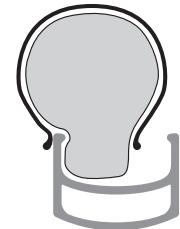

Figura 15. Empuje el primer labio hacia el lado e introduzca la cámara.
- Empuje la cubierta y la cámara hasta que esta quede dentro de la llanta (Figura 15).